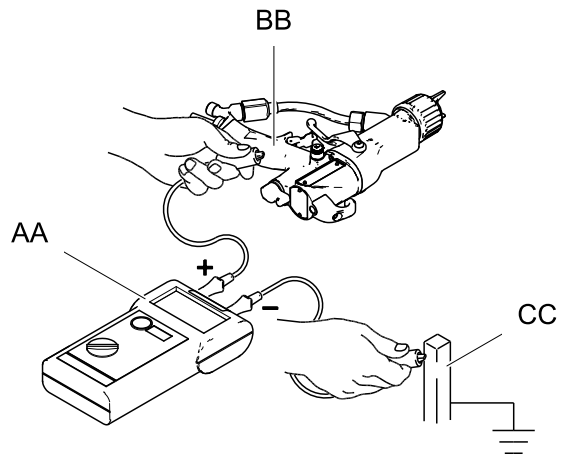

Figure 16 Vérification de la mise à la terre du pistolet
Le mégohmmètre référence 241079 (AA - voir la figure 16) n'est pas homologué pour une utilisation en zone dangereuse. Afin de réduire le risque d'étincelles, n'utilisez pas de mégohmmètre pour vérifier la mise à la terre, sauf si :
2. Mettez l'interrupteur marche/arrêt du système ES en position OFF (O).
6. Mesurez la résistance entre la poignée du pistolet (BB) et une véritable prise de terre (CC). Utilisez une tension appliquée comprise entre 500 volts minimum et 1 000 volts maximum. La résistance ne doit pas dépasser 1 mégohm. Consultez la figure 16.